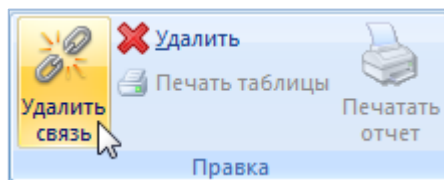

Рис. 14-7 – Кнопка «Удалить связь» панели «Правка»
- 3) Нажать кнопку «Удалить связь» панели «Правка» (рис. 14-7).